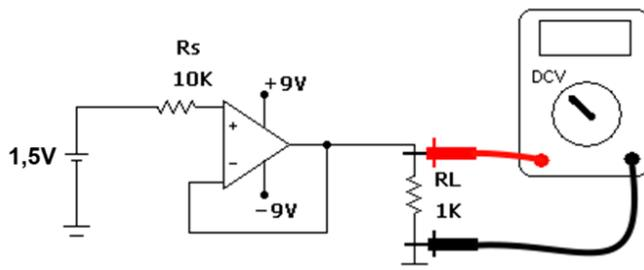
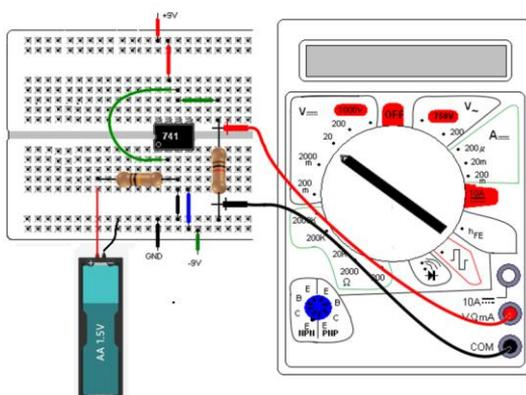

Figura 4 – Circuito Buffer
Figura 5 – Circuito com buffer – sugestão de *layout* na MP
- 4) O circuito da Figura 4 que isola a carga R_L de 1 k, de um circuito cuja resistência de saída é 10 k, é um Buffer. Calcular a tensão na carga R_L (1 k) no circuito da Figura 4.
- 5) Monte o circuito da Figura 4 de acordo com sugestão de *layout* da Figura 5 e meça a tensão na carga V_L .